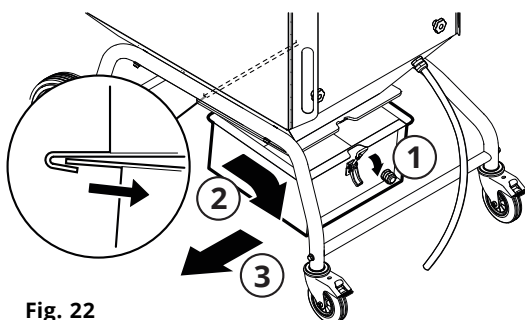

Fig. 22
3. Libérez le verrou excentrique, poussez le transpalette sous le récepteur et sortez-le. Voir la Fig. 22 pour référence.
7. Poussez le récepteur à poussières sous la poche, voir la Fig. 22 pour référence.